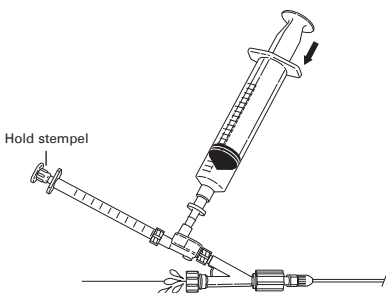

Fig. 6
8. Tøm eventuelt resterende luftbobler ved at holde stemplet i 1 ml sprøjten stationært og langsomt trykke på 20 ml sprøjten for at tvinge eventuelt resterende luftbobler ud. Når al luft er fjernet fra systemet, strammes Tuohy-Borst ventilen om spidstilstopperen. (Fig. 6)